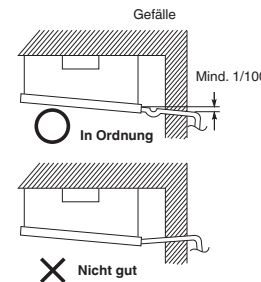

Abb. 3-80
- Sicherstellen, dass die Ablaufleitung ein Gefälle aufweist (1/100 oder mehr) und Wasserfallen vorbereiten, wie in Abb. 3-80 gezeigt.